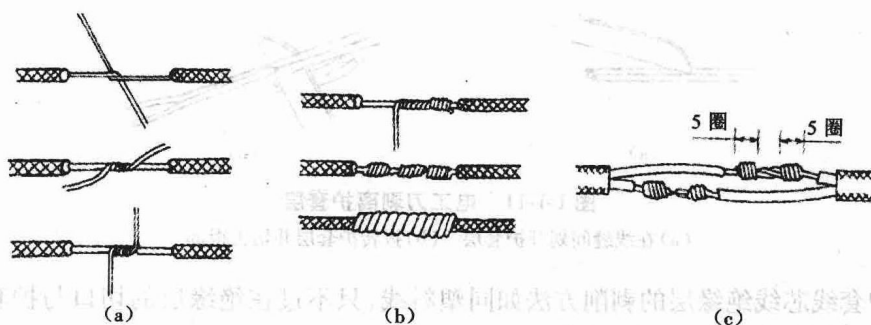

图 1-1-12 单股铜芯导线的直线连接
(1) 铜芯导线的连接方法
①单股芯线的直线连接方法:先将两线端 X 形相交,互相绞合 2 ~ 3 圈,然后扳直两线端,再将细线圈在线芯上紧贴并绕 5 ~ 6 圈,最后剪去余线并钳平切口毛刺,如图 1-1-12 所示。